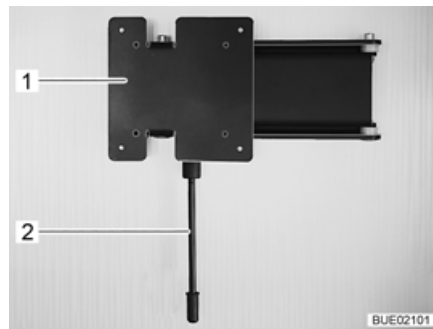

Bild 91 Vägghållare
- Dra låsspaken (Bild 91,1) nedåt och sväng fästet (Bild 91,2) med den platta bildskärmen till önskat läge.